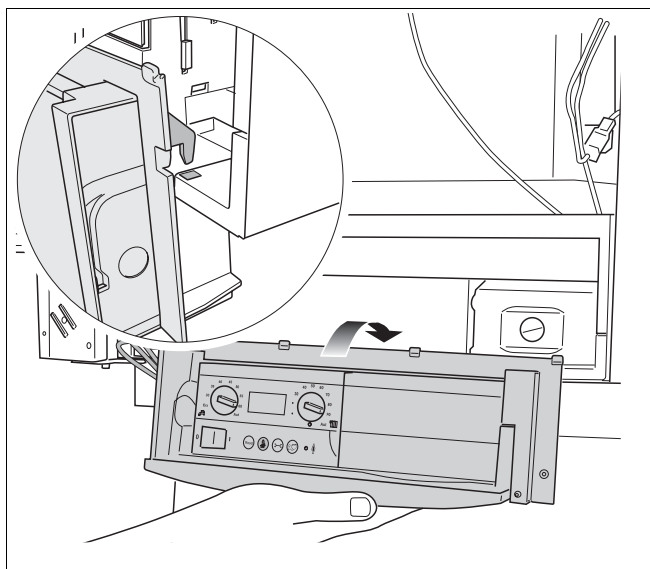

Fig. 128 Atârnați tabloul de comandă de rama cazanului
- Agățați tabloul de comandă de cele două cârlige de la cazanul de încălzire (Fig. 128).